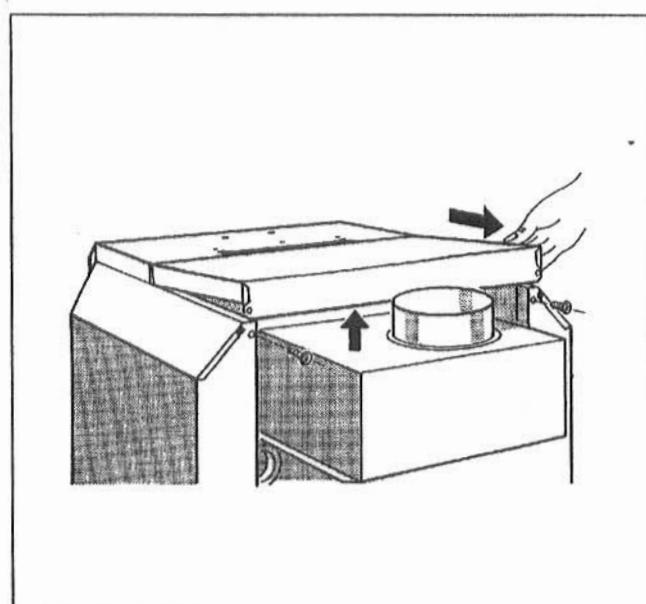

Fig. 5: Scoaterea capotei din spate a cazonului.
- Se deșurubează ambele șuruburi de fixare ale capotei posterioare a cazonului. Capota din spate a cazonului se ridică și se scoate afară în spate (Fig. 5).